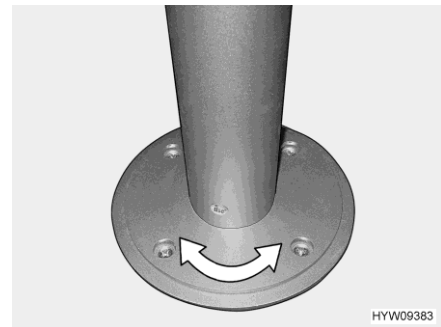

Bild 65 Pelar-bordsben (vridbart)
- Vrid bordsskivan till önskad position. Detta kräver en viss kraftansträngning eftersom bordsskivan vrids mot friktionsmotståndet på pelar-bordsbenet (Bild 65).